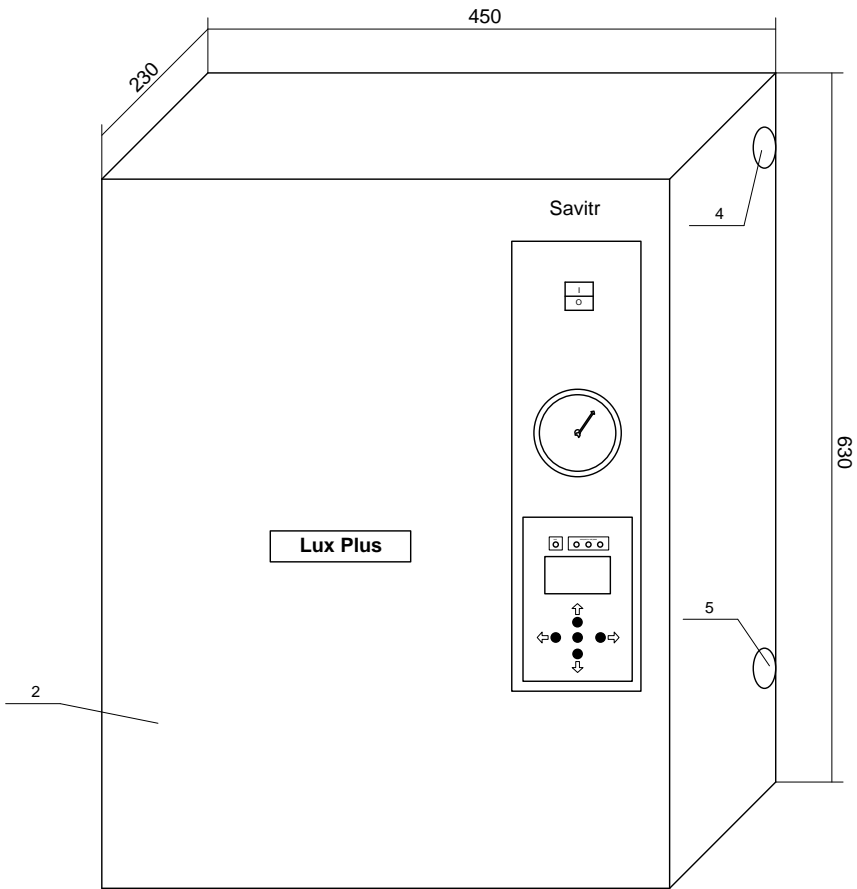

Рисунок 2. Общий вид водонагревателя «Lux Plus»
6.1. Для подготовки водонагревателя электрического типа «Lux Plus» /«Ultra Plus» к работе, необходимо подсоединить его к отопительной системе, закрепив его на стене таким образом, чтобы в случае срабатывания клапана безопасности (поз.17 рис.2) теплоноситель мог свободно стекать вниз.
Для электрического питания котла необходимо подключить три фазы к контактам пускателя (поз.10 рис.2), соответственно к клеммам А, В, С и нейтраль к клемме N.
Рекомендуется силовые кабели и кабели управления прокладывать отдельно, для этого в корпусе предусмотрены отдельные кабельные вводы (поз 4 и 5 рис. 2).
6.8. Заземлите водонагреватель. Контакт заземления (поз.11 рис.2), соедините медным гибким проводом, сечением не менее 2,5 мм2 с заземляющей магистралью. Последовательное включение в заземляющую магистраль запрещается!